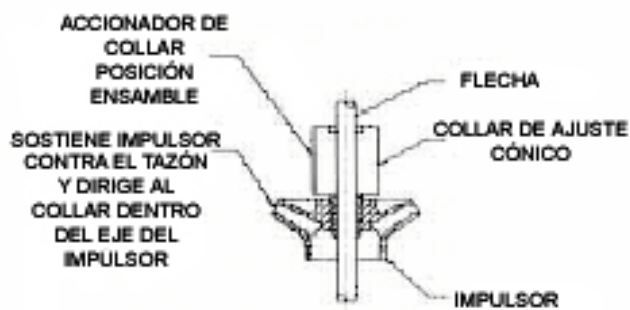

Figura 11
5. Inserte un desarmador en la ranura en el collar de ajuste cónico (677) abra la ranura y deslice el collar sobre la flecha de la bomba. Sostenga el impulsor contra el tazón y deslice el collar dentro del eje del impulsor.
6. Sostenga la flecha con tornillos y arandela contra la campana de succión y dirija el collar de ajuste cónico a su lugar con un accionador de collar, (Vea Figura 11). Después de que el collar esté en su lugar, verifique dimensiones "X" (Tabla 1).